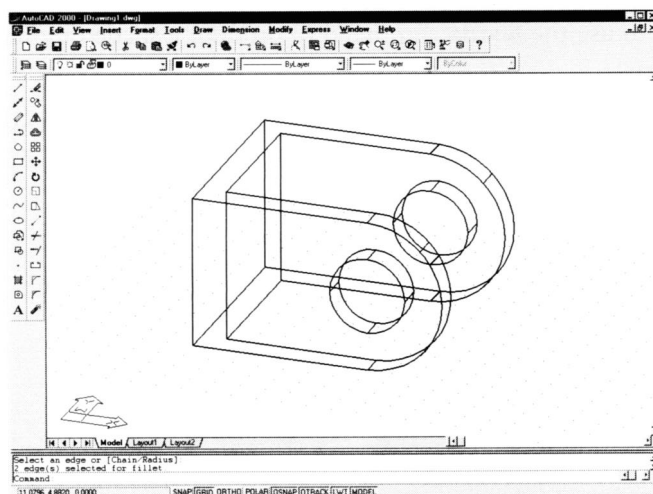

图37-14 二次倒角后的实体
13) 再次使用 Fillet 命令用同样的方式来对后面的那个旁支进行倒角。命令完成后，图形应与图 37-14 一样。